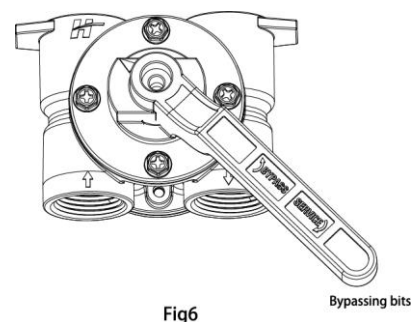

Fig6
- Gebruik altijd het bypasscircuit (fig.6).